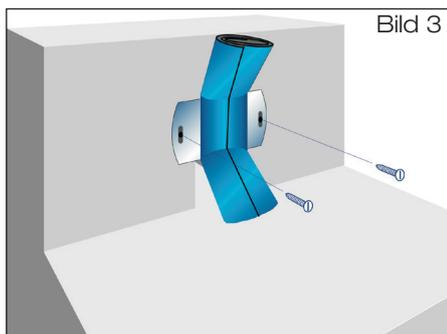

Bild 3
- 1.3 Schiebeflansch (mit zusammengerollter Anschlussmanschette) mittels Schlitzschraubenzieher befestigen (Bild 3).